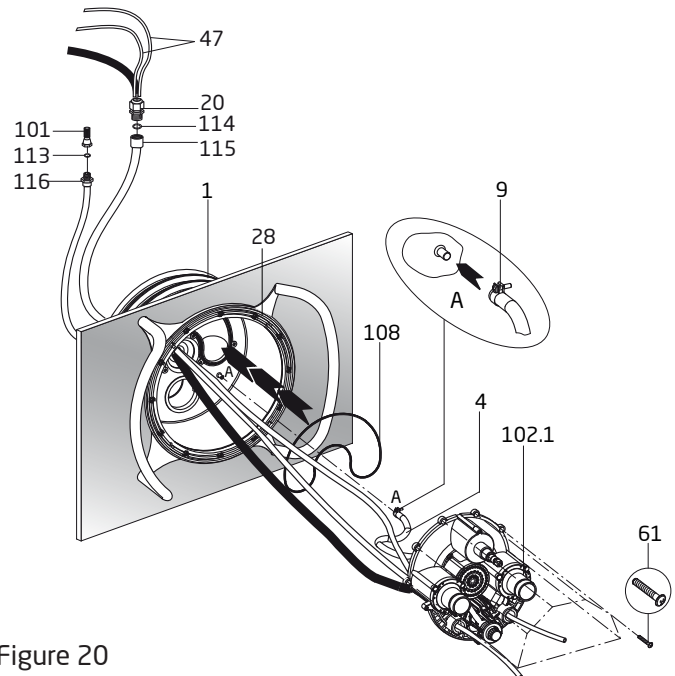
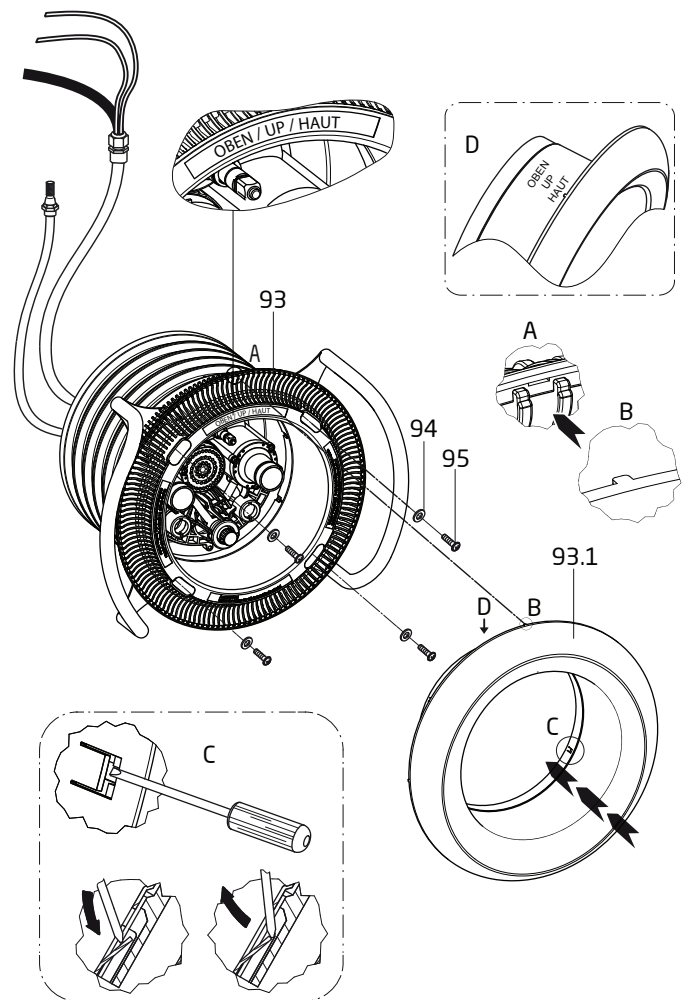

Figura 20
Figura 21
1. Inserte la junta tórica (parte #62) en la carcasa de chorro como se muestra en la figura 20.
2. Coloque los diez (10) tornillos autorroscables de la carcasa de la boquilla (parte #61) en la carcasa preensamblada de la boquilla (parte #102.1). Coloque la carcasa de la boquilla en la carcasa de chorro principal.
3. Pase los dos tramos del tubo de aire (parte #47) a través del conducto protector como se muestra en la figura 20. Permita que el tubo con suficiente aire llegue a alcanzar la caja de control y los botones de aire. El exceso puede ser disminuido en la instalación. Marque cada extremo con un marcador. (B = Bomba y L = Luz.)
6. Proceda a alinear la carcasa completa de la boquilla a la carcasa principal de chorro y fije los diez (10) tornillos autorroscables preensamblados. Todos los tornillos deben ser **APRETADOS A MANO. NO** use taladros o herramientas neumáticas. **¡NO** apriete demasiado!!
7. Coloque la cubierta de succión antiatrapamiento (parte #93) contra el anillo de fijación (parte #28) y fijela con cuatro (4) arandelas M8 (parte #94) y cuatro (4) tornillos de cubierta de succión M8 x 20 (parte #95). Todos los tornillos deben ser **APRETADOS A MANO. NO** use taladros o herramientas neumáticas. **¡NO** apriete demasiado! Asegúrese que la etiqueta is UP este en la posición correcta (Ver Figura 21).
8. Debe alinear la cubierta de acero inoxidable (parte #93.1) con sus lengüetas de montaje a las muescas existentes de la cubierta de succión antiatrapamiento (parte #93). Observe la marca UP sobre la cubierta de acero inoxidable. Para fijar la cubierta, use un destornillador para doblar los dos (2) lengüetas hacia afuera de las muescas de la carcasa de succión. (Ver Figura 21)